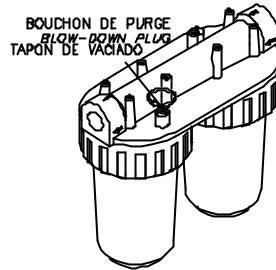

Fig. 8
6. Ouvrir à fond la vanne de pression (12) la tournant dans le sens inverse à celui des aiguilles d'une montre.
7. Mettre la vanne d'entrée (2) en position alimentation eau de mer.
8. Purger le circuit en ouvrant la vanne de coque (V0). Pour faciliter la purge du circuit, ouvrir la vanne de nettoyage (13). Vérifier que l'eau de mer parvient au filtre. Dans le cas contraire vérifier la tuyauterie d'alimentation et supprimer les fuites et pièges à air. Ouvrir la vis de purge du filtre (Fig 8), pour le remplir complètement. Si l'opération ne se réalise pas correctement, vérifier la tuyauterie d'alimentation et supprimer les fuites et pièges à air.
9. Appuyer sur le bouton de Marche (30) (vert).